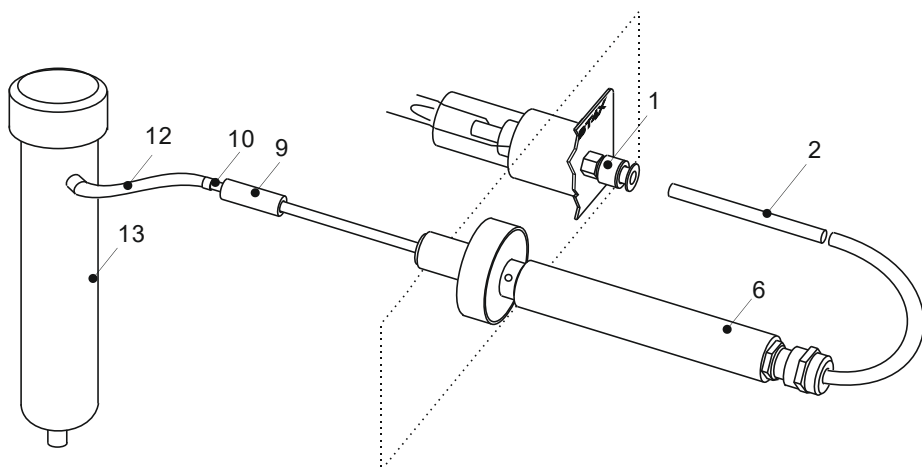

Рис. 6
1) Проверьте показания ЭХД с присоединенным фильтром-поглотителем (см. рис. 6); показания не должны превышать  $0,1 \text{ мг/м}^3$ ; если показания отличаются от указанных, проведите корректировку (установку) нуля, вращая резистор установки нуля  $\blacktriangleright 0 \blacktriangleleft$  ЭХД – детектор 1 (см. рис. 3а).